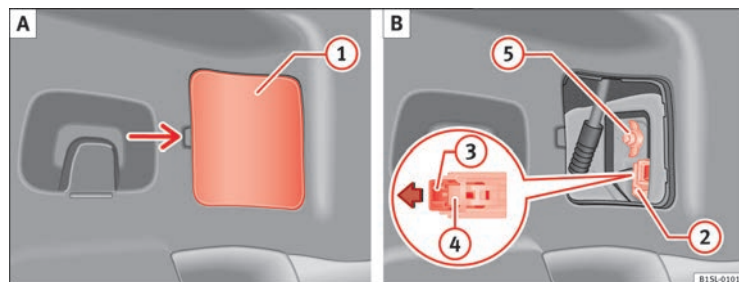

Fig. 148 Sur le côté du coffre : A : Démontez le couvercle B : Dépose des groupes optiques arrière.
3. Retirez soigneusement le cache ① en faisant levier ⇒ fig. 148 A.
4. Tirez le verrouillage ③ sur le connecteur ② dans le sens de la flèche ⇒ fig. 148 B. Pour cela, utilisez le tournevis de l'outillage de bord.
5. Appuyez sur le cran ④ et retirez le connecteur ② ⇒ fig. 148 B.
6. Déposez l'écrou papillon ⑤ ⇒ fig. 148 B.
13. Fixez avec une main le feu arrière en position de montage et vissez fortement l'écrou papillon avec l'autre main ⑤ ⇒ fig. 148 B.
15. Insérez le connecteur ② dans le support d'ampoule et appuyez sur le verrouillage ③ du connecteur dans le sens contraire à la flèche ⇒ fig. 148 B.